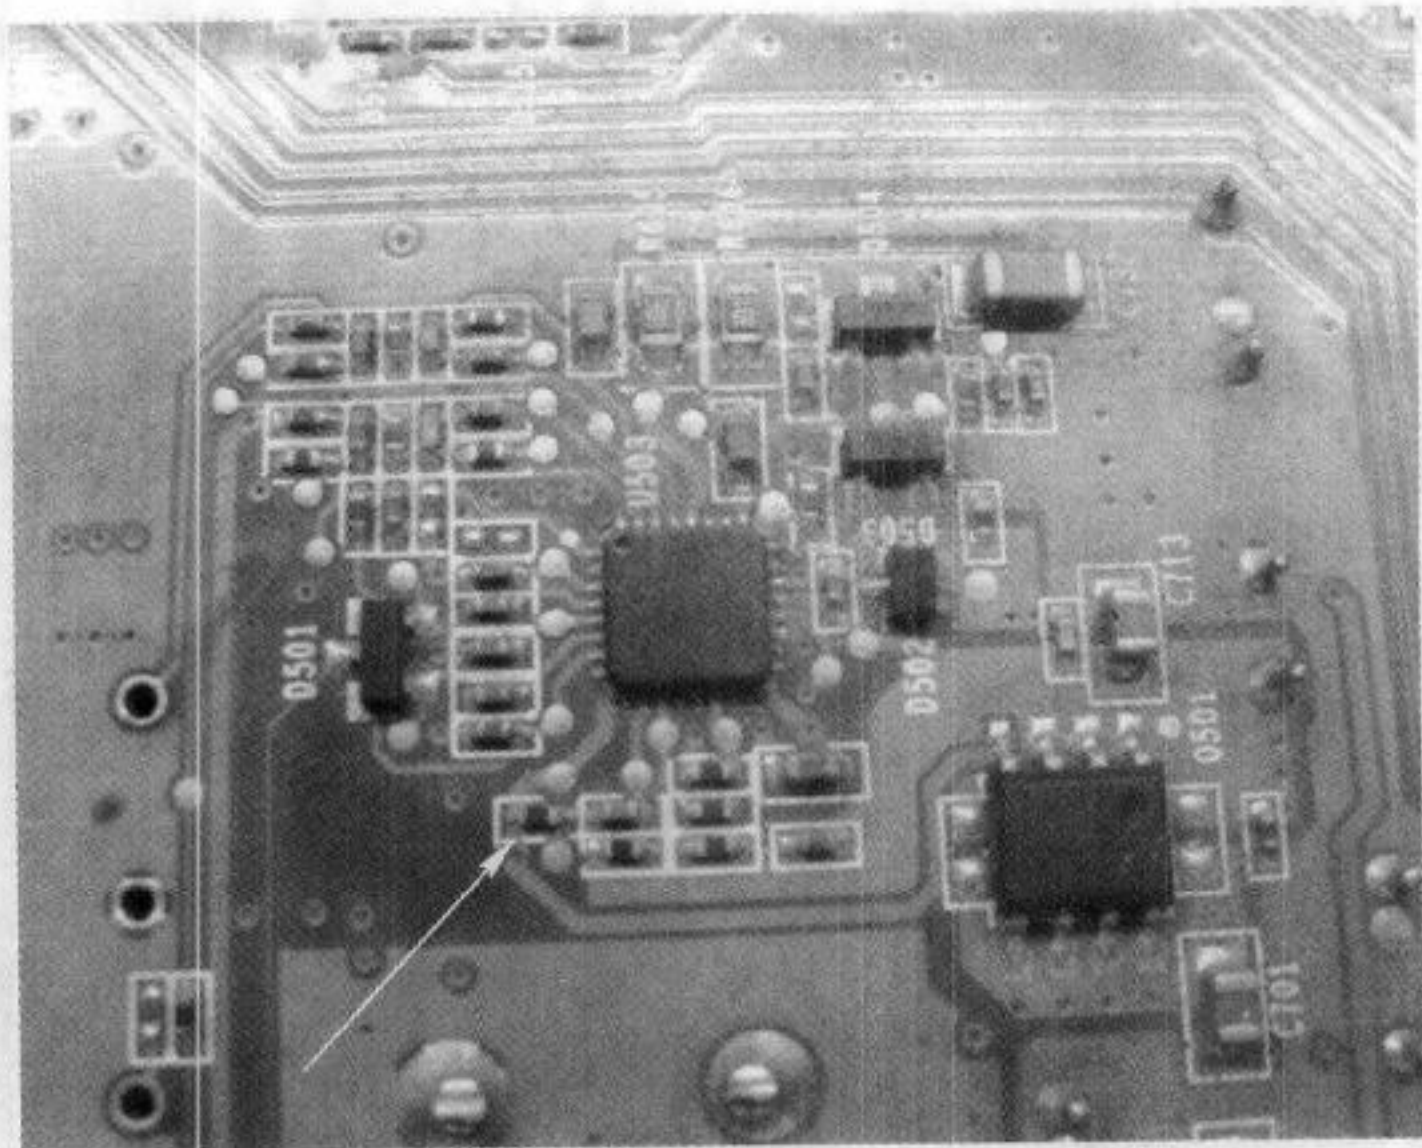

图 5-5 正常的显卡
(4) 找个好的显卡对比一看，掉件是个电阻，测量一下为 $2.7\text{k}\Omega$ ，找个相同阻值的电阻补上，如图 5-5 所示。